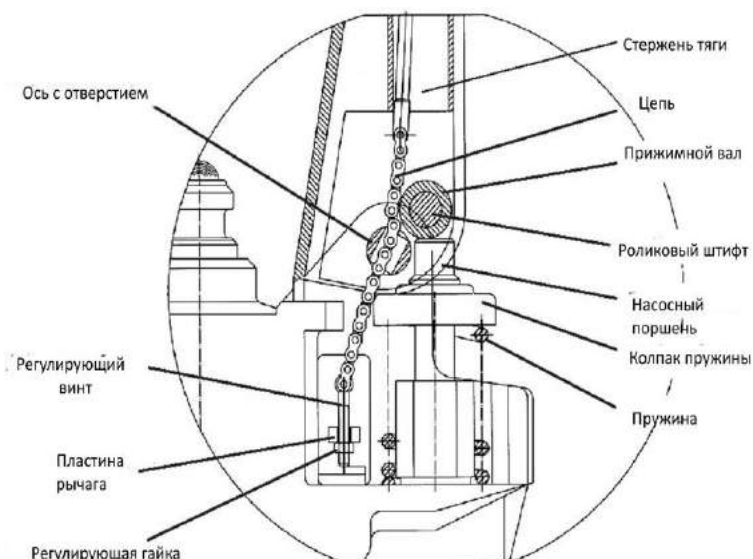

Рис. 7: Боковая проекция
- Установить контрольный рычаг рукояти в нижнее положение, затем пропустить регулирующие гайку и винт через отверстие оси (рис. 7).
д) Установить контрольный рычаг (рис. 8) ручки в положение 'ВВЕРХ', затем поднять пластину рычага и вставить регулирующий винт в переднее отверстие пластины рычага. Примечание: крепить гайку под пластиной рычага. (рис. 7)
Если необходимо, можно отрегулировать рычаг, выполняя следующие действия (рис. 7):